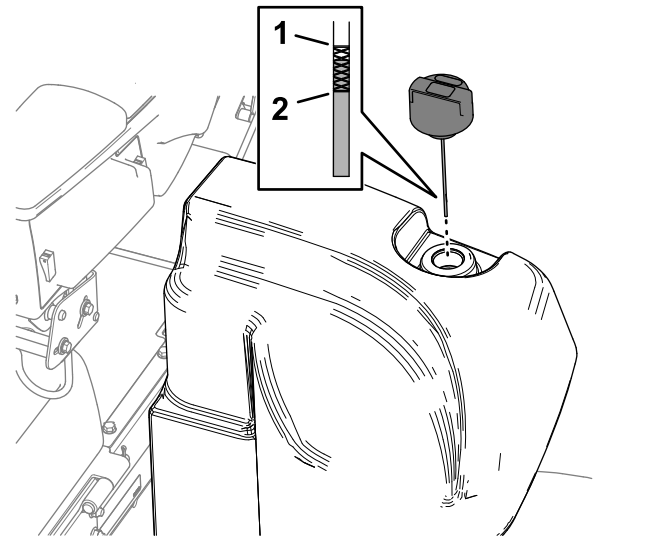

Figure 112
2. Nettoyez la surface autour du goulot et du bouchon de remplissage du réservoir hydraulique (Figure 112).